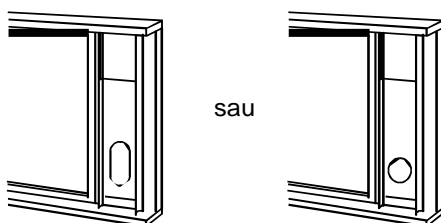

Fig.14
3. Tăiați garnitura de spumă (autoadezivă) la lungimea corectă și aplicați-o pe partea de sus a ferestrei. Consultați Fig.14.